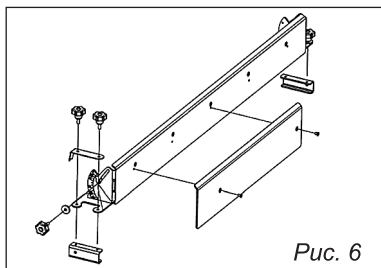

Рис. 6
- Через отверстия указателя и линейки наверхнуть на прижимную планку винты барашки (рис. 6);